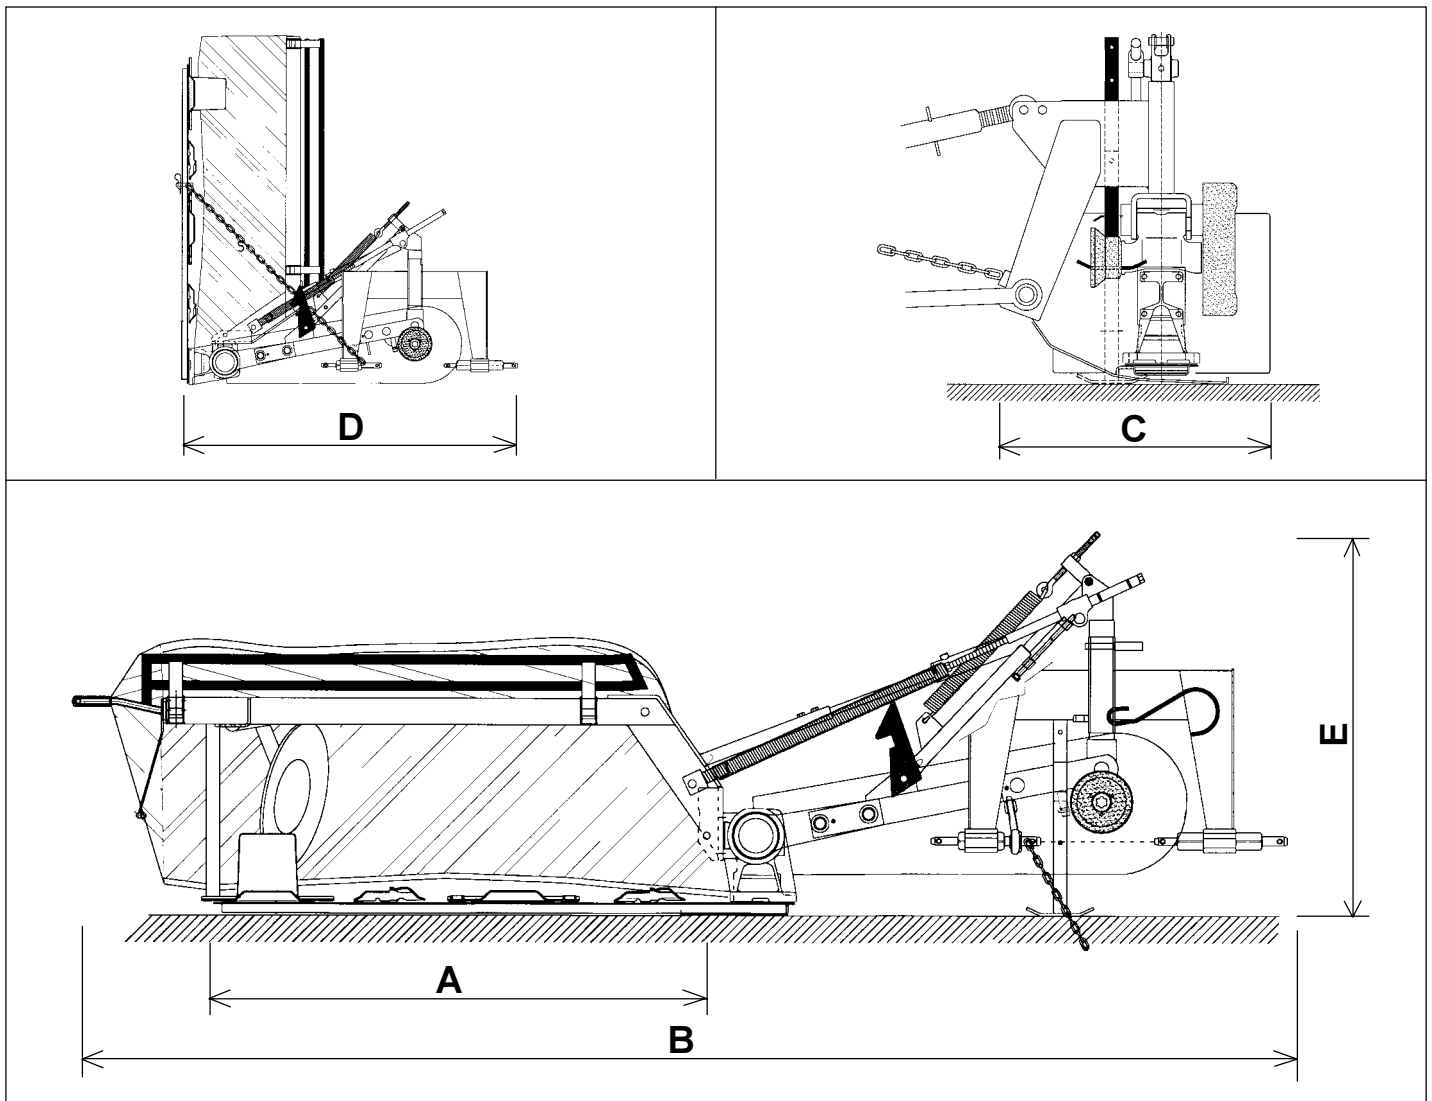

Fig. 2
1.3.1 CARACTÉRISTIQUES TECHNIQUES (FIG.2)